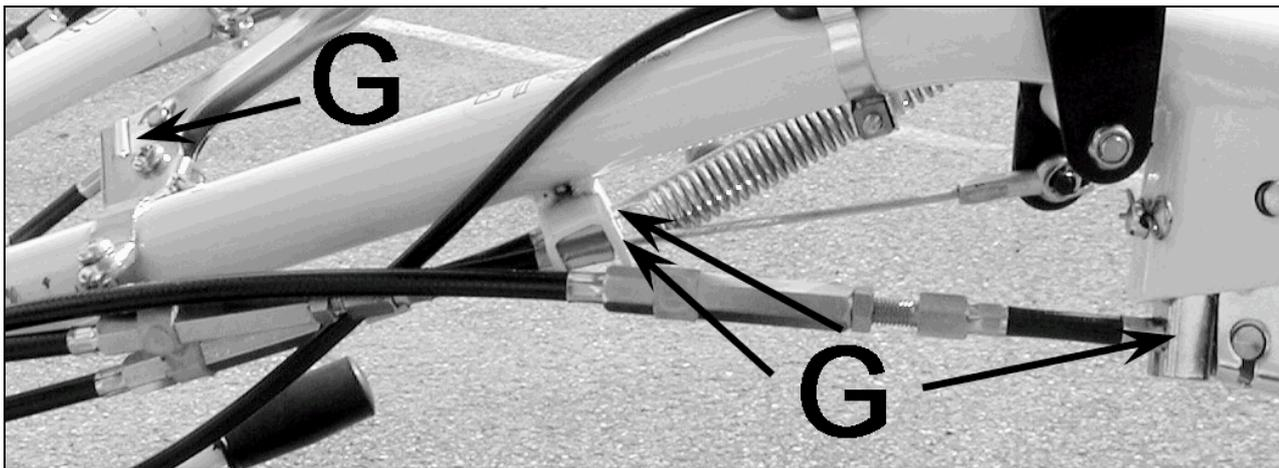

Figure 17
- Lubrifiez avec une huile fine de bonne qualité les points repérés G sur les figures 17 et 18.